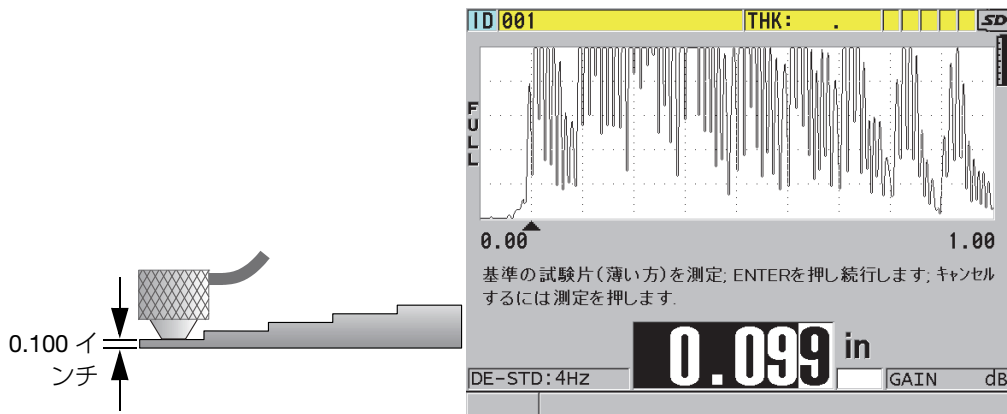

図 5-5 階段状対比試験片（5 段階）でのゼロ点校正の実行
2. ゼロ点校正を実行するには（76 ページの図 5-5 参照）：